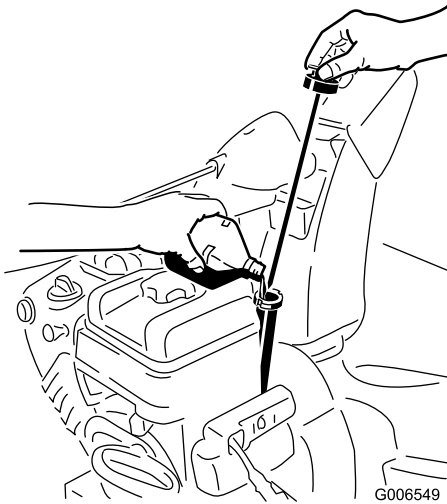

Bild 19
1. Nehmen Sie den Peilstab heraus und füllen Sie das Öl **langsam** in den Einfüllstutzen ein, um den Ölstand auf die Vollmarke am Peilstab anzuheben. **Überfüllen Sie nicht** (Bild 19). Siehe Prüfen des Motorölstands“ unter *Wartung*“.